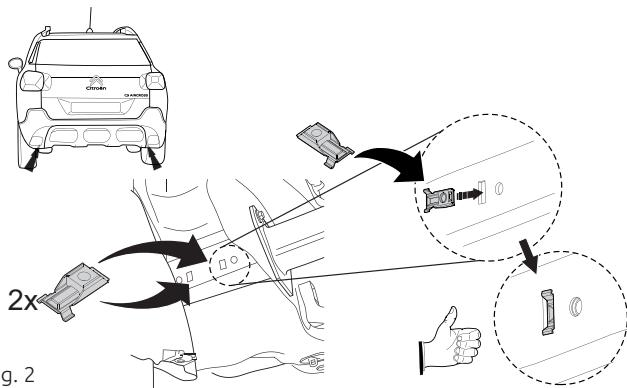

Fig. 2
6. Поставить гайки от кузовав точках B и G. См. рисунок 2.